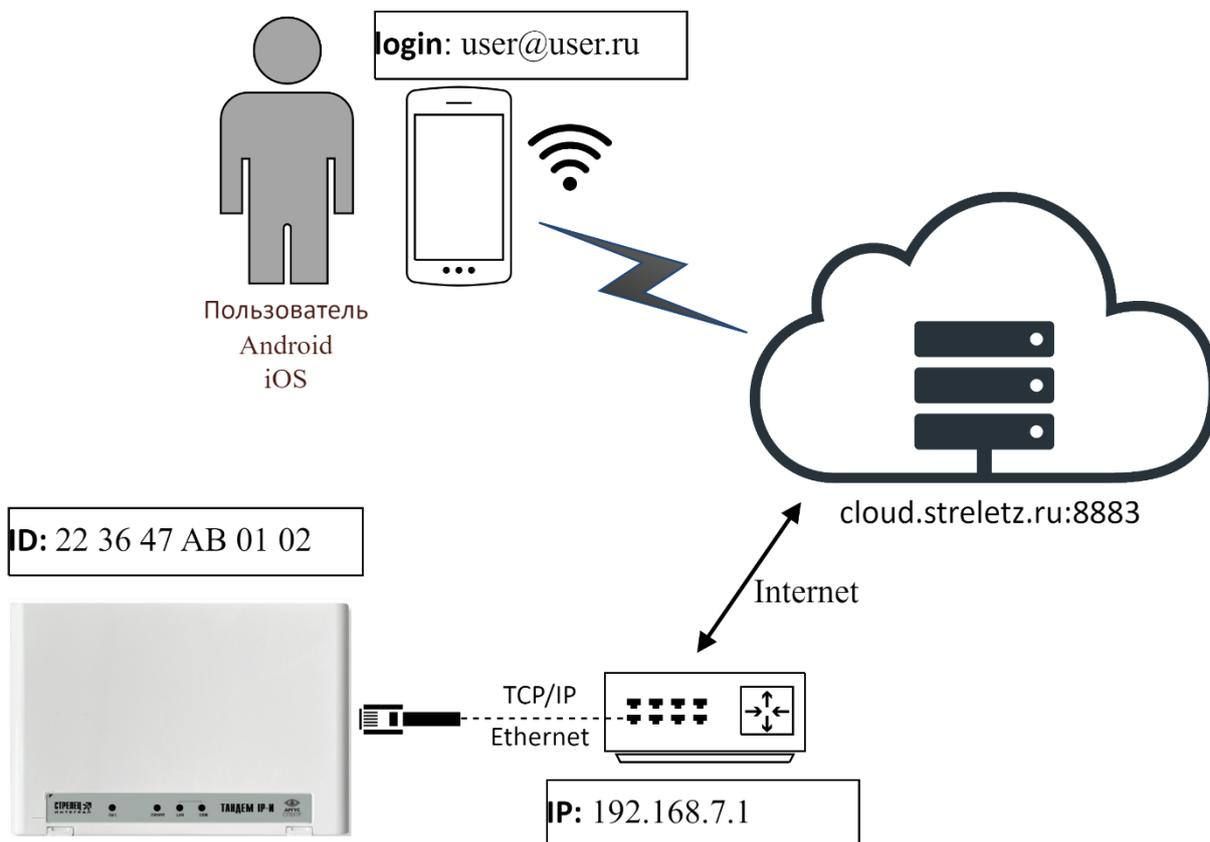

Рисунок 6.41
- В варианте подключения через Ethernet, прибор необходимо подключить в локальную сеть (к маршрутизатору) с доступом в Интернет с помощью UTP-кабеля (Рисунок 6.41).